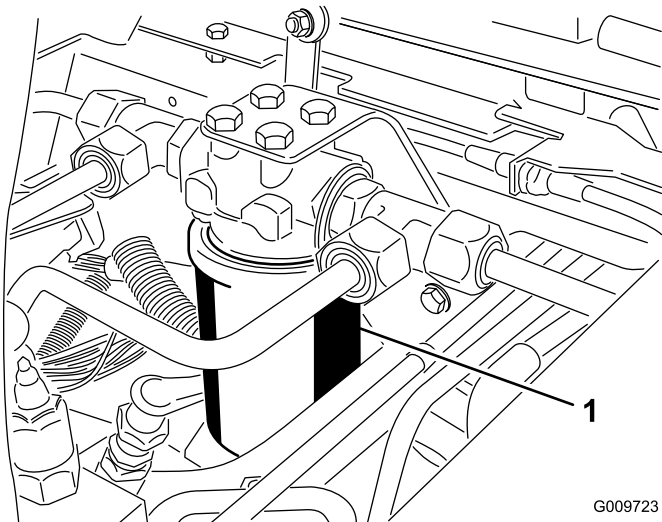
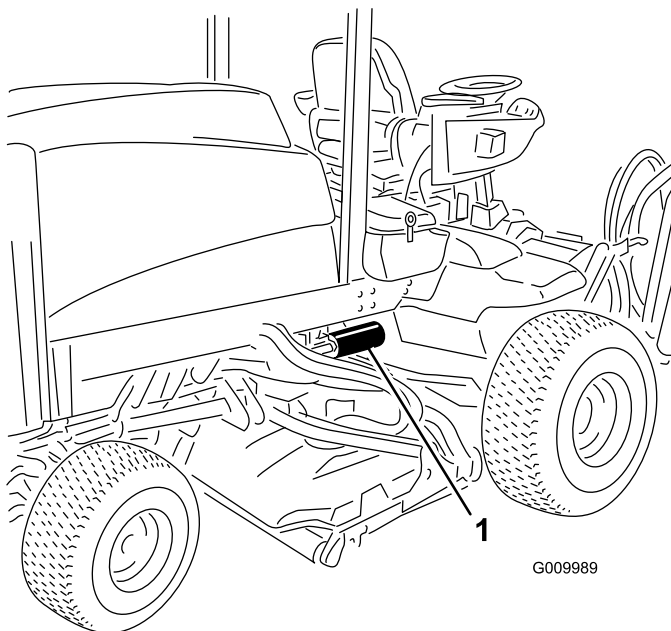

Bild 76
Bild 77
2. Reinigen Sie den Anbaubereich des Filters. Stellen Sie ein Auffanggefäß unter den Filter (**Bild 76** und **Bild 77**) und entfernen diesen.